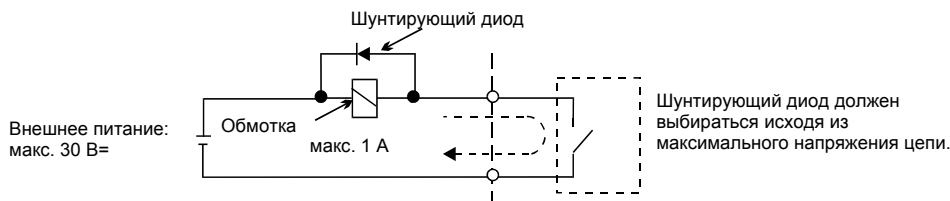

Рис. 6 Подключение шунтирующего диода
*3. При коммутации индуктивной нагрузки, например, обмотки реле, питаемой от источника постоянного тока, подключайте шунтирующий диод, как показано на *Рис. 6*